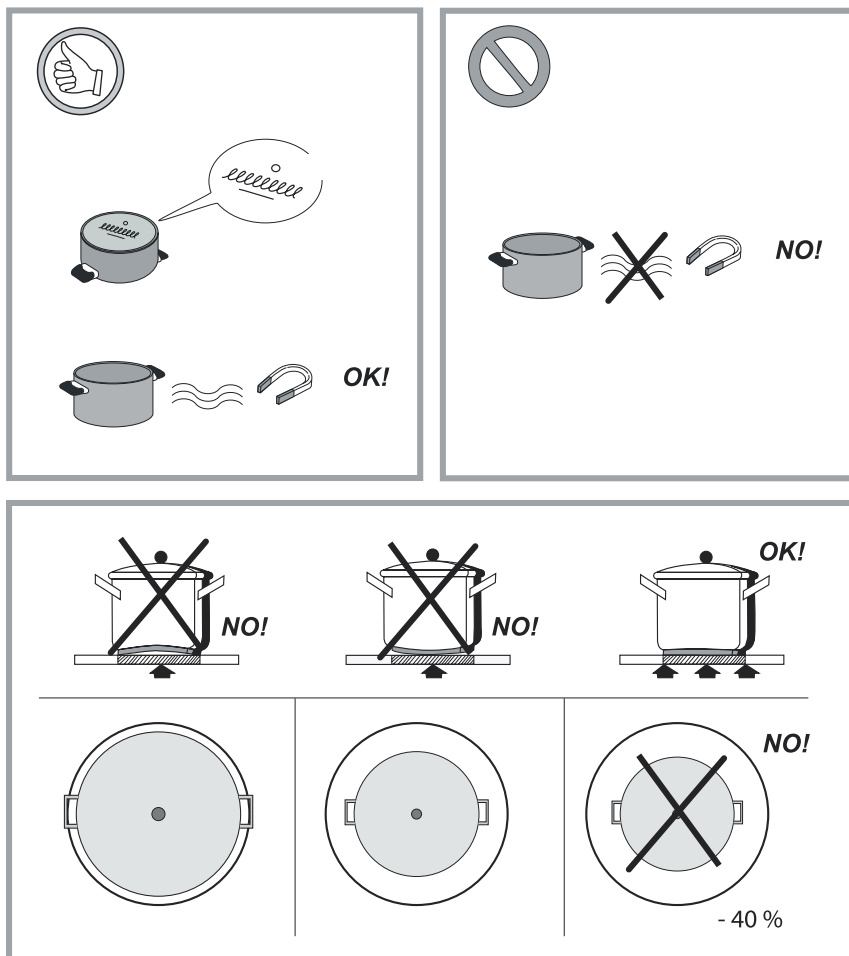

Fig. 13
- Sørg for, at kogegej altid er centreret på kogezone. Fig. 13